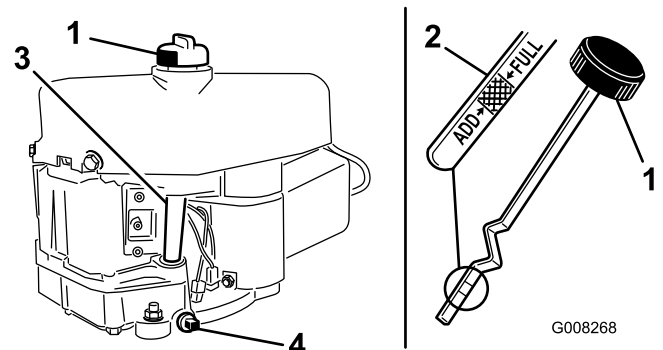

Bild 24
7. Reinigen Sie den Bereich um den Ölpeilstab (Bild 24), damit kein Schmutz in den Einfüllstutzen gelangen und den Motor beschädigen kann.
8. Schrauben Sie den Ölpeilstab los und wischen Sie das Metallende ab (Bild 24).
9. Schrauben Sie den Ölpeilstab vollständig in den Einfüllstutzen (Bild 24).
9. Nehmen Sie die Ölablassschraube ab, damit das Öl ablaufen kann (Bild 24).
11. Reinigen Sie den Bereich um den Ölpeilstab und drehen den Verschlussdeckel ab (Bild 24).
12. Gießen Sie ca. 80 % der angegebenen Ölmenge langsam in den Einfüllstutzen (Bild 24).